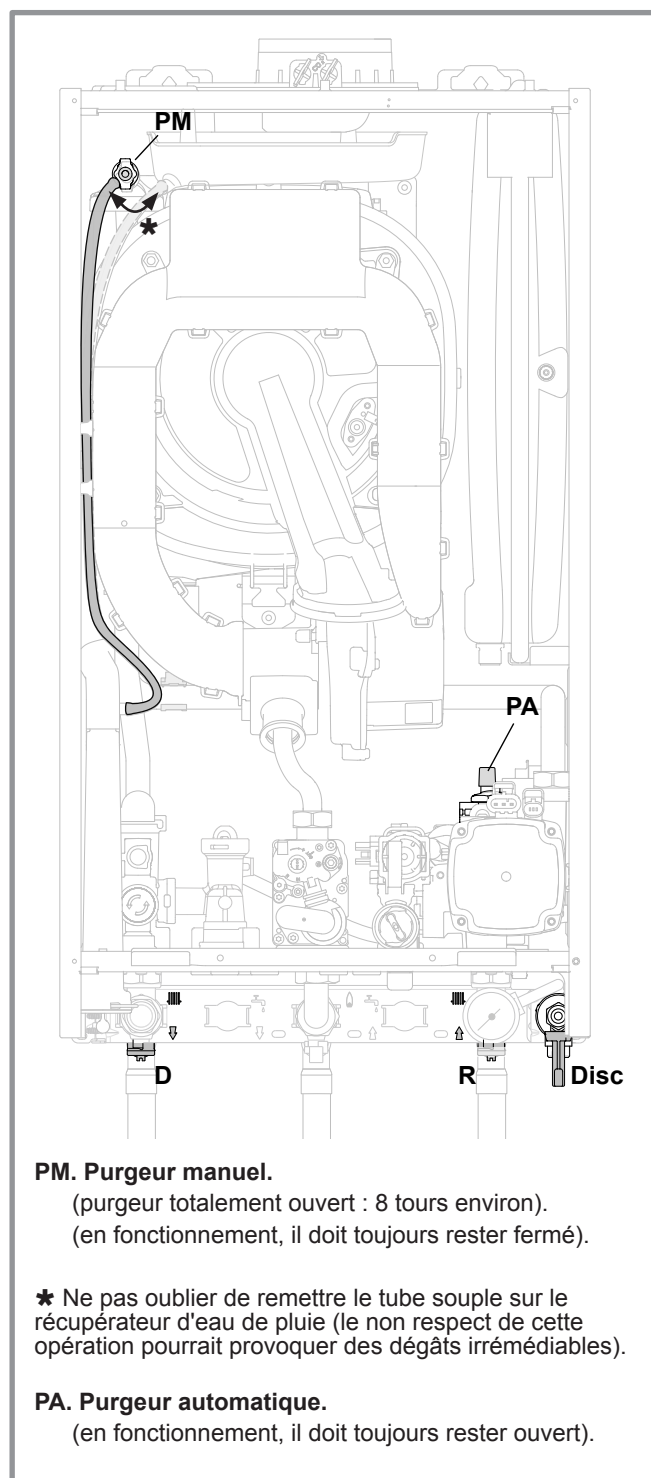

figure 22 - Purgeurs de la chaudière
- Vérifier que le purgeur automatique (**PA**, figure 22) est totalement ouvert.